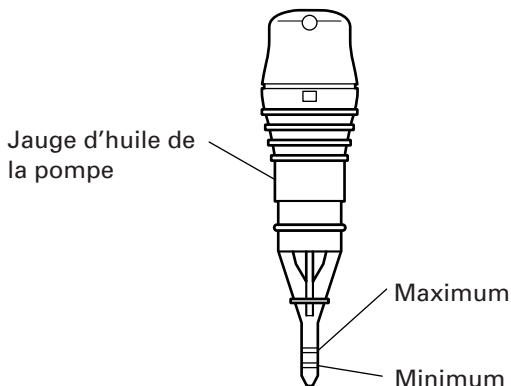

Fig. 2
- (1) Avant d'installer le compresseur, lire les avertissements de sécurité.
- (2) Vérifier que le niveau d'huile dans la pompe du compresseur est correct. Si le niveau d'huile est bas, remplir d'huile par l'orifice de remplissage de façon que la quantité d'huile arrive à un point entre l'encoche de niveau maximum et l'encoche de niveau minimum sur la jauge d'huile de la pompe, conformément au TABLEAU DES TYPES D'HUILE ci-dessous. (Fig. 2)
- (1) La jauge d'huile de la pompe indique la quantité d'huile dans la pompe. (Fig. 2) Vérifier le niveau d'huile tous les jours pour s'assurer qu'il ne dépasse pas l'encoche de niveau maximum et qu'il ne tombe pas en-dessous de l'encoche de niveau minimum de la jauge d'huile de la pompe. Si le niveau d'huile est bas, remettre de l'huile par l'orifice de remplissage de façon que la quantité d'huile arrive à un point entre l'encoche de niveau maximum et l'encoche de niveau minimum sur la jauge d'huile de la pompe, conformément au TABLEAU DES TYPES D'HUILE ci-dessous.